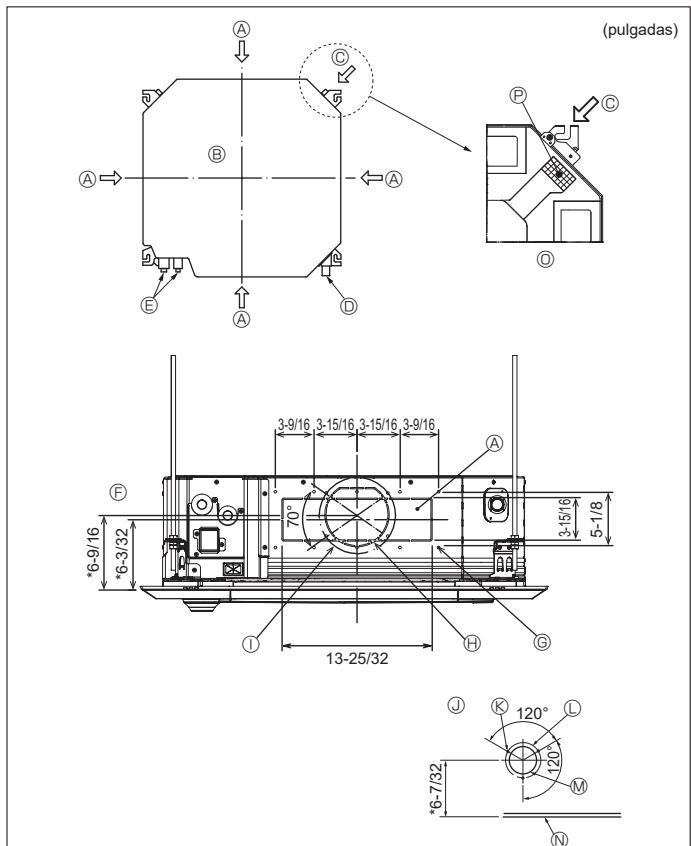

Fig. 2-3
- ### **2.3. Orificio del conducto de derivación y orificio de entrada de aire fresco (Fig. 2-3)**
En el momento de la instalación, utilice los orificios de los conductos (recortados) situados en las posiciones indicadas en la Fig. 2-3, siempre que sea necesario.